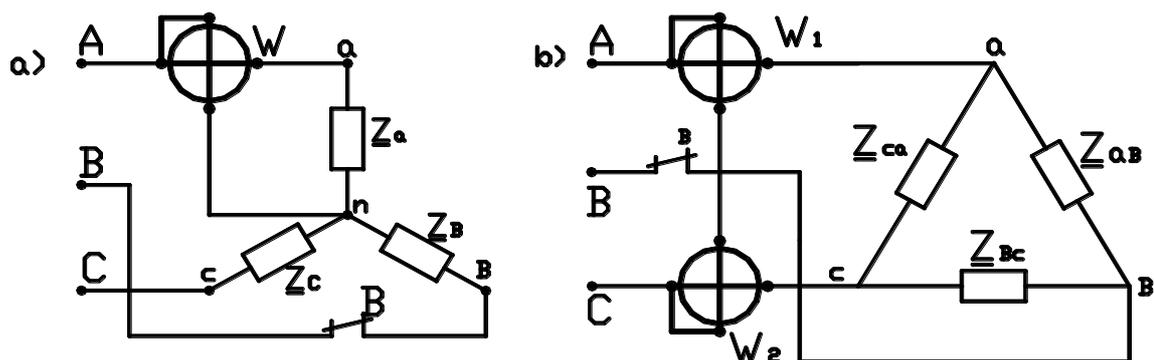

Рис. 1.3
**Задача 1.3.** В трехфазную сеть с симметричной системой линейных напряжений  $U$  включен симметричный потребитель электроэнергии, фазы которого имеют комплексные сопротивления:  $\underline{Z}_a = \underline{Z}_b = \underline{Z}_c$  (рис. 1.3,а,б) и соединены «звездой» или  $\underline{Z}_{ab} = \underline{Z}_{bc} = \underline{Z}_{ca}$  и соединены «треугольником». Принимая во внимание данные, приведённые в табл. 1.3 и табл. 1.3,а для каждого варианта задания определить линейные  $I$  и фазные  $I_\phi$  токи, активную  $P$ , реактивную  $Q$  и полную  $S$  мощности потребителя, показания ваттметров найти значения активных и реактивных сопротивлений фаз. Построить векторную диаграмму токов и напряжений на комплексной прямой.